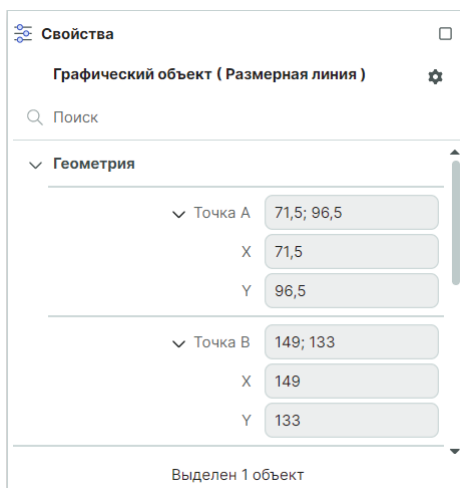

Рис. 279 Группа «Геометрия»
1. Группа «Геометрия» содержит координаты точек привязки выносных линий размерной линии, см. Рис. 279.